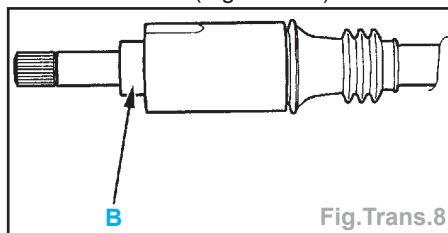

Fig.Trans.8
- mettre un morceau de ruban adhésif en (B) pour protéger les portées des transmissions (Fig.Trans.8).